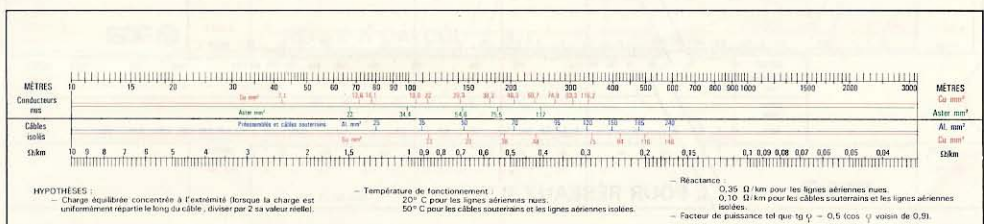

Figure 2
2.2 - La règlette comprend : (figure 2)